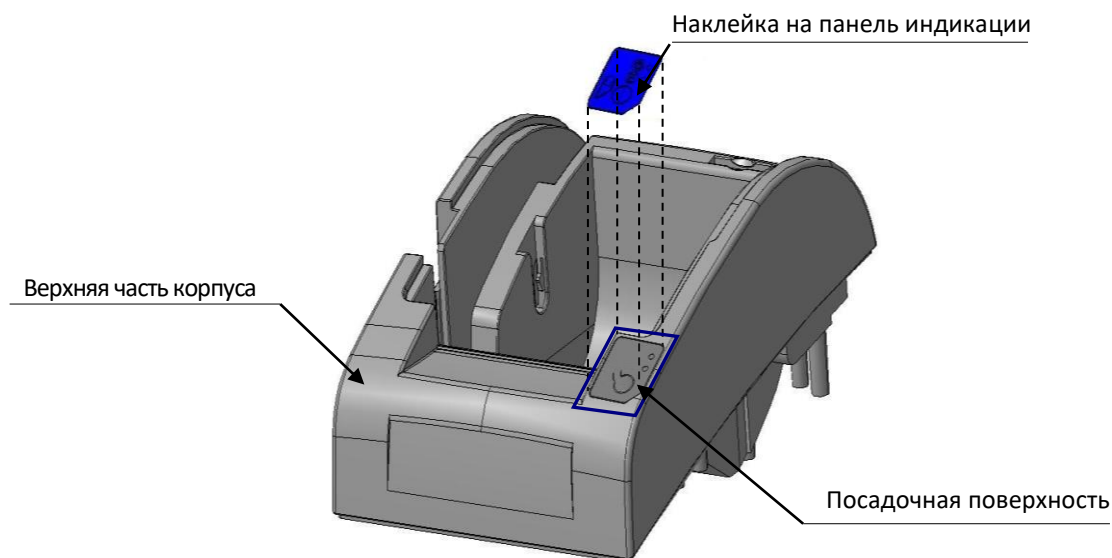

Рисунок 29. Посадочная поверхность верхней части корпуса изделия
- **Наклейка на панель индикации** устанавливается на верхнюю часть корпуса. Установка наклейки производится на посадочную поверхность верхней части корпуса изделия (см. рисунок 29), которую предварительно необходимо тщательно обработать спиртом и вытереть насухо мягкой тканью.